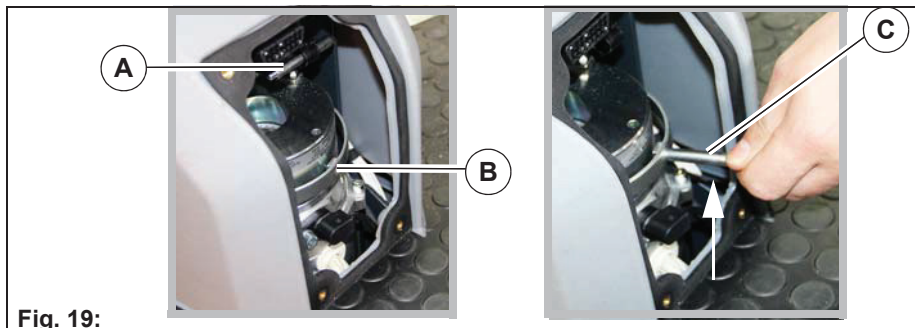

Fig. 19:
2. Retirer la tige **Fig. 19-A** de son support et la visser dans l'anneau **Fig. 19-B**.